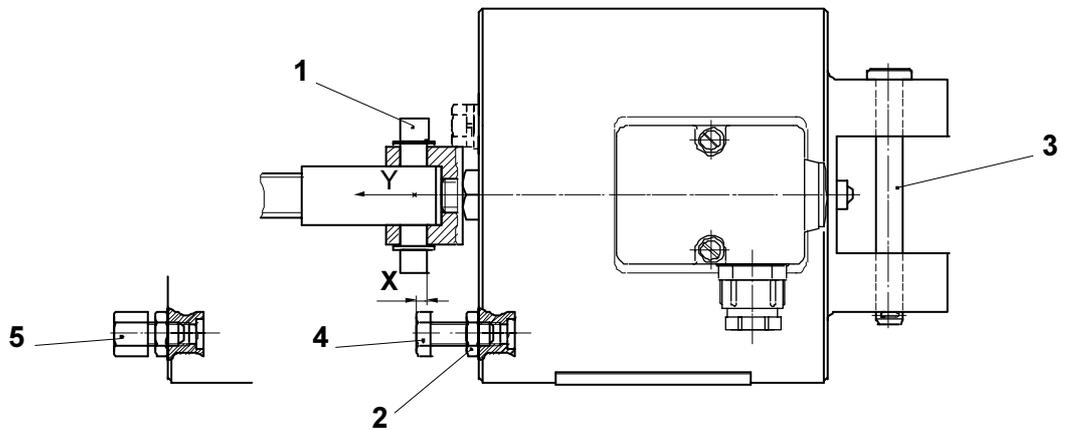

图 18a 冲程指示器的检查 [17684; 07.09.2010]
- 如以下步骤，更换电磁线圈 (图18a/b):
- 通过拆除销 (1) 和销 (3)，分离电磁线圈。
- 将可动铁芯完全推入电磁线圈，并检查重叠部分 (X)。